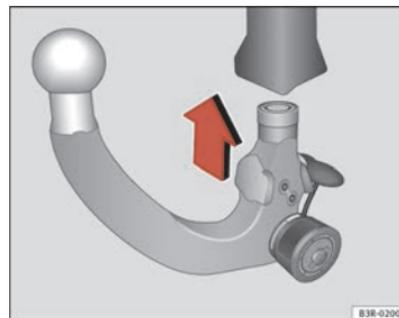

Fig. 156 Dispositivo desmontable para remolque: Colocar la rótula
- Coloque la rótula pretensada en el tubo de enclavamiento y haga presión hacia arriba en la dirección que indica la flecha ⇒ página 211, fig. 156 ⇒ ⚠. El proceso de bloqueo se realiza de un modo automático. En ese momento debe poder oírse claramente un chasquido de encastre.